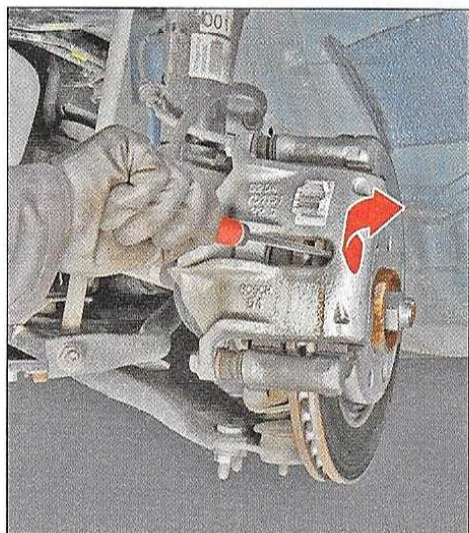

FIG.1
- A l'aide d'un tournevis, faire levier entre la plaquette extérieure et l'étrier afin de repousser partiellement le piston, créant ainsi un léger jeu entre les plaquettes et le disque (Fig.1).